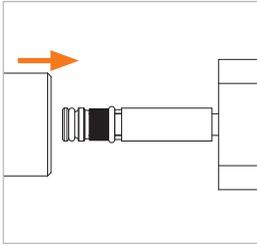

Abbildung 2
- ▶ Beaufschlagen Sie den Adapter mit dem Steuerdruck. Die Spannzangen fallen zusammen und das Anschließen des Prüflings ist möglich (Abbildung 2).